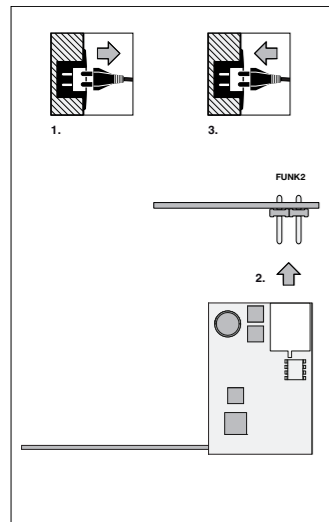

Fig. 2
3.1 Anschluss des Empfängers am Antrieb (Fig. 2)
3.1 Raccordement du récepteur à la motorisation (fig. 2)
3.1 Aansluiting van de ontvanger aan de aandrijving (fig. 2)